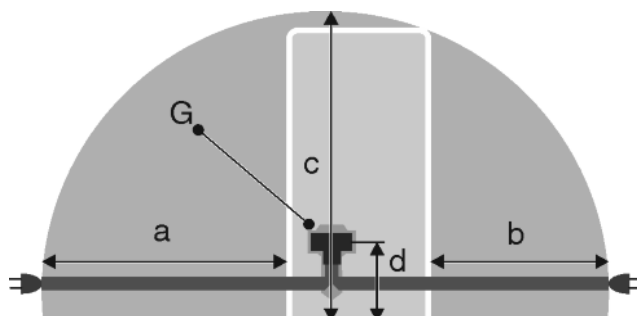

Fig. 41
- Контактът трябва да е извън зоната на задната страна на уреда и в рамките на дефинираната зона *Fig. 41 (a, b, c)*.
- ▶ Включете щепсела на уреда *Fig. 41 (G)* от задната страна на уреда. Обърнете внимание на доброто фиксиране.